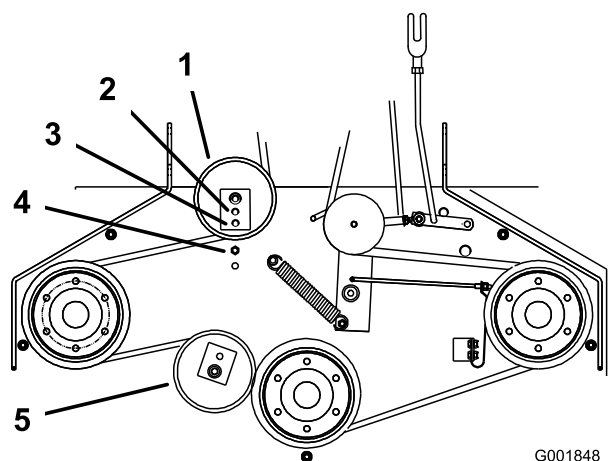

Figura 54
- Si no es posible ajustar más el tensor y la correa todavía está floja, será necesario cambiar la polea tensora trasera al taladro central o delantero (Figura 54). Utilice el taladro que permita el ajuste correcto.
- Cuando se cambia de posición la polea tensora, será necesario cambiar también la guía de la correa. Mueva la guía de la correa a la posición delantera (Figura 54).